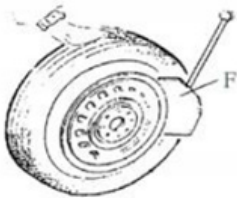

Fig. 5
Romper el talón del neumático: Asegúrese de vaciar completamente el aire del neumático, coloque el neumático contra el amortiguador de goma (S). Coloque la pala (F) contra el talón, aproximadamente a 10 mm del borde del aro, como se muestra en la Fig. 5. Pise el pedal del rompedor de talón (U) para empujar la pala dentro del neumático. Repita esta operación en diferentes posiciones alrededor del neumático y en ambos lados hasta que el talón esté completamente liberado.